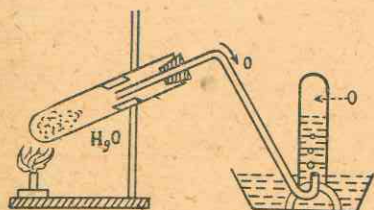

Fig. 67. - Preparación del oxígeno por el óxido de mercurio
82. Preparación del oxígeno a partir del óxido de mercurio. (fig. 67). — Introducir óxido de mercurio en un tubo de ensayo. Cerrar el tubo con un tapón atravesado por un tubo de desprendimiento que va a una cubeta que contiene agua. Calentar fuertemente el óxido de mercurio; el oxígeno se desprende. Recoger ese gas en una probeta, dejando perder las primeras porciones que contienen aire del aparato. Luego que se acaba de recoger el gas, sacar el tubo abductor de la cuba de agua, antes de apagar el fuego, para evitar la reabsorción.